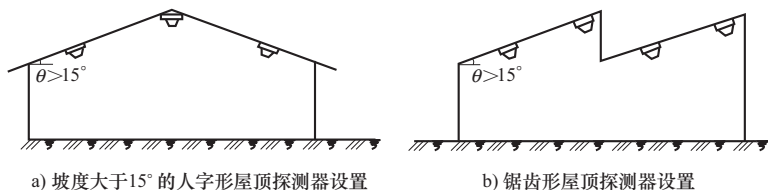

图 8-14 人字形屋顶和锯齿形屋顶探测器设置示例图
(6) 锯齿形屋顶和坡度大于 15° 的人字形屋顶, 应在每个屋脊处设置一排探测器, 如图 8-14 所示。探测器下表面距屋顶最高处的距离, 也应符合表 8-5 的规定。